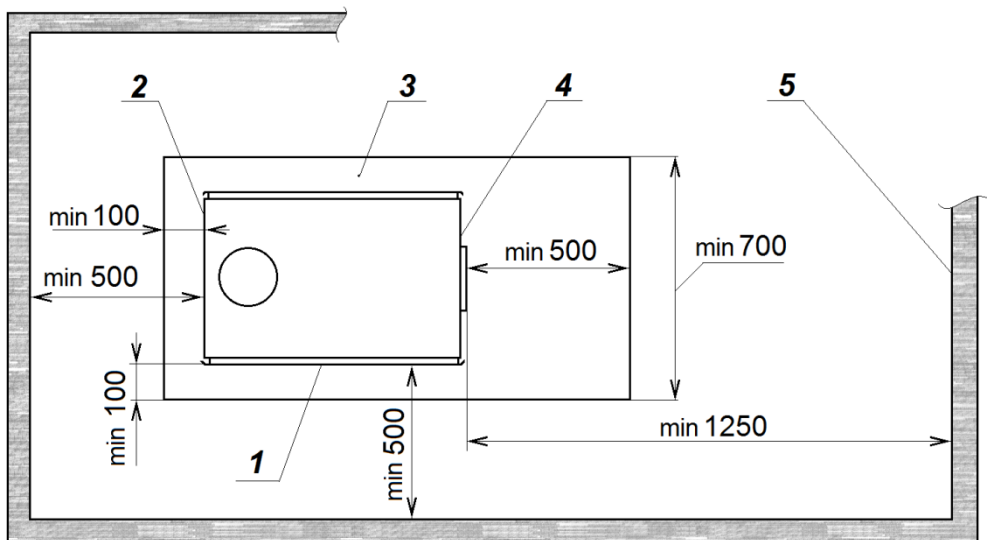

Рисунок 2. Установка печи в помещении:
4. МОНТАЖ ПЕЧИ И ДЫМОВОЙ ТРУБЫ (рис. 2, 3)
4.3. Пол под печь должен быть выполнен из негоряемого материала. При установке на сгораемые конструкции здания, печь должна быть установлена на металлический лист толщиной не менее 1 мм (см. рис. 2). Перед печью, со стороны топочной дверцы, металлический лист должен выступать не менее чем на 500 мм, а ширина листа должна быть не менее 700 мм.
4.4. Печь устанавливается в помещении с соблюдением минимальных расстояний от стен и предметов из сгораемых материалов (см. рис. 2).